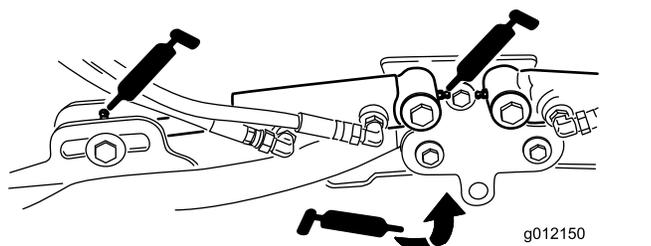

Figura 77
- Cilindri del braccio di sollevamento dell'apparato di taglio (2 cad.) (Figura 77)
- Perna del braccio di sollevamento (1 cad.) (Figura 77)